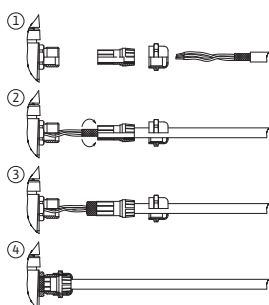

Fig. 25: Podrška štita
Zakrivenost se povezuje s kabelskom provodnicom na elektroničkom modulu. Vidi Fig. 25.
Kabeli digitalnih ulaza, analognih ulaza i sabirničke komunikacije moraju se zaštititi pomoću metalne kabelske uvodnice kabelske provodnice (Fig. 19, poz. 4, 5 i 6). Za zakrilenost vidi Fig. 25.
1. Kukice sa zapinjačem (Fig. 25) pažljivo otvorite alatom (npr. odvijačem).